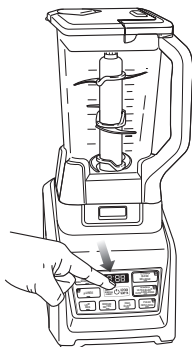

Fig. 7
- 11 Appuyez sur le bouton d'alimentation pour mettre l'unité en marche. Sélectionnez la vitesse ou le programme AUTO-iQ qui convient le mieux à vos besoins. Le programme AUTO-iQ arrêtera automatiquement l'appareil à la fin du programme. (Fig. 7)